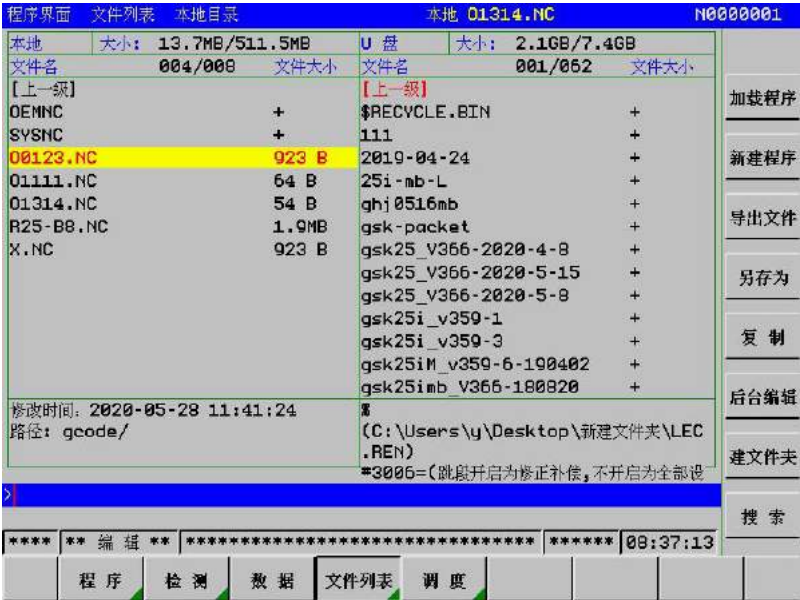

图3-2-38
- 1) 旋转  开关，选择编辑方式 →  → 文件列表，进入【文件列表】界面（见图 3-2-38）。
- 2) 按 、 翻页键或者按 、 光标键，选择要删除的程序。如图 3-2-38 所示，选择 O0123.NC。